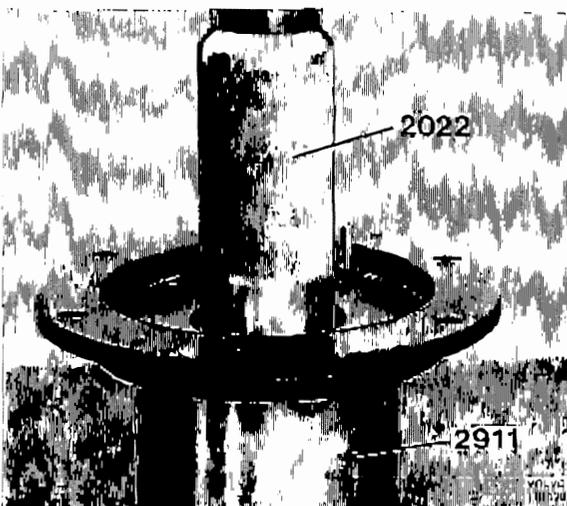

Bild 62. Uppressning av lager
25. Placera locket för snäckhjulet på 2911 och pressa ur lagret (26) med 2022. Bild 62.
27. Placera locket på 2911 och pressa ur lagret (3) med 2061.